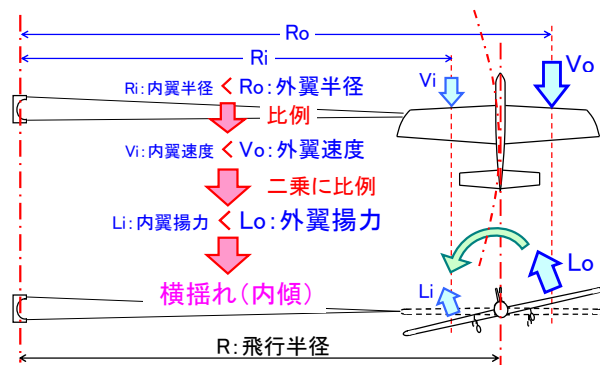

図4 飛行速度差に起因する問題
- ② 一定半径の円周を飛行するので、飛行半径内外の速度差により主翼に揚力差が発生（図4 参照）